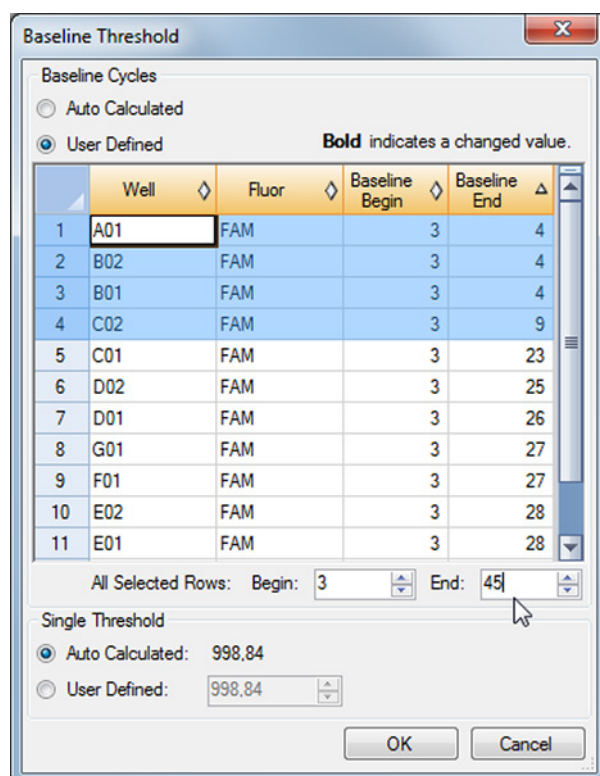

Figura 5: Cuadro de diálogo Baseline Threshold (umbral de línea de base)
3. En la barra de menú de la ventana Data Analysis (análisis de datos), haga clic en **Settings** → **Baseline Threshold...** (ajustes → umbral de línea de base...) para abrir el cuadro de diálogo Baseline Threshold (umbral de línea de base) (consulte la figura 5).
5. Seleccione todas las líneas que muestren un valor de **Baseline End** (final de línea de base) de 1 a 9 (consulte la figura 5).
6. Establezca el valor en el campo **End:** (final:) en 45 para las líneas seleccionadas (consulte la figura 5).
9. Repita los pasos del 3 al 7 para el canal de detección VIC™ (IC).